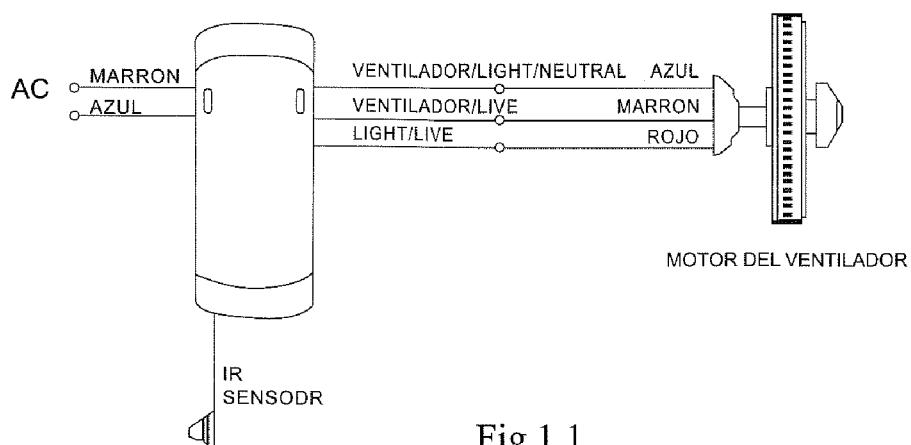
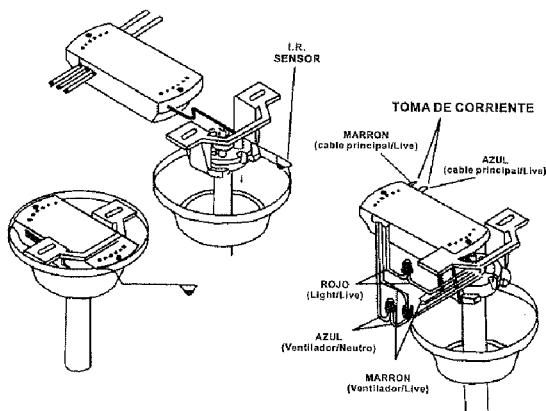
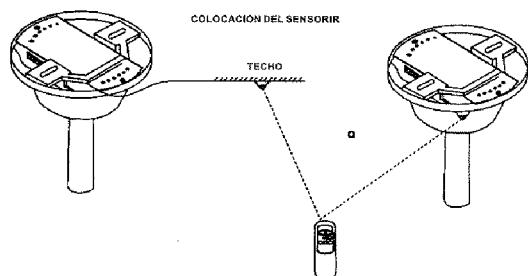

Fig.1.1
Fig.1.2
Fig . 2
1. Connecter les fils comme indiqué dans les illustrations (Fig. 1.1 y Fig. 1.2.) Placez le capteur infrarouge toujours hors de la lunette. Son emplacement dépend des conditions d'accueil. (Fig. 2)
2. Après le raccordement des câbles d'insérer le récepteur dans le support de ventilateur comme indiqué dans l'illustration (Fig. 1.2) et couvrir avec la lunette.